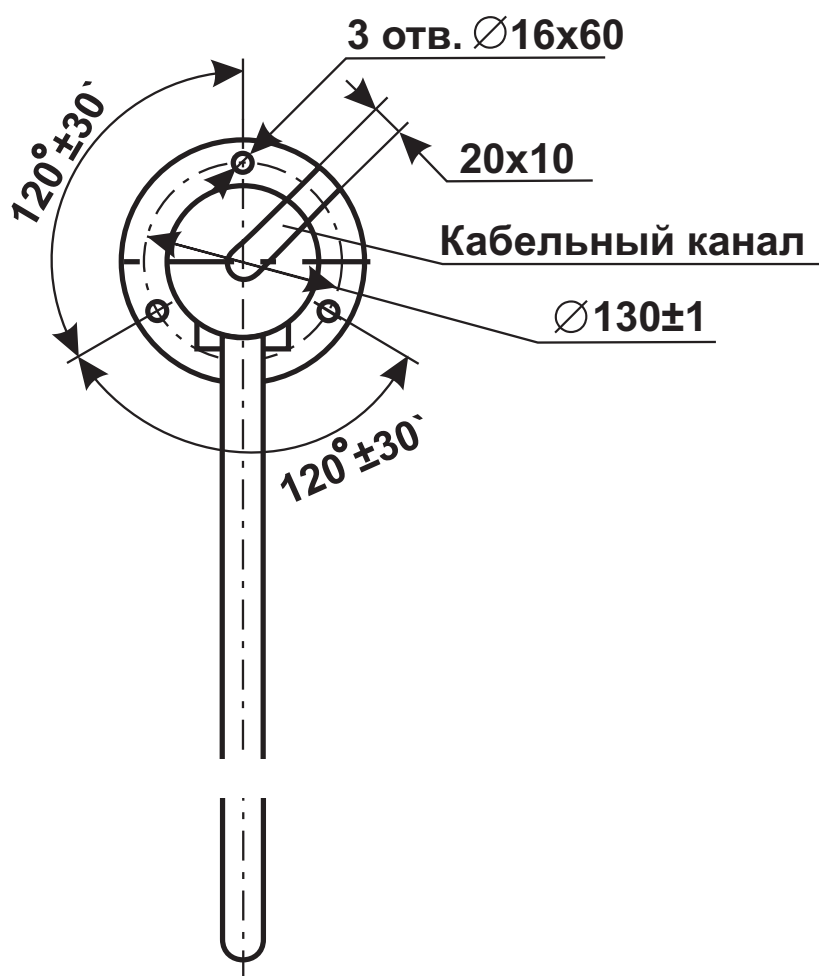

Рис. 6. Схема разметки для монтажа калитки
- выполните разметку отверстий под установку калитки в соответствии с рис. 6;